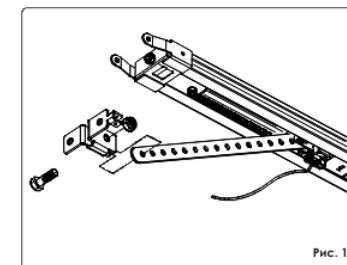

Рис. 17
1. Соберите соединительный кронштейн с кареткой (рис.17).
2. Если используется внешний расцепитель, установите соединительный кронштейн на створку так, чтобы петля проволоки расцепления была повернута к левой стороне створки (рис. 17 и 18).